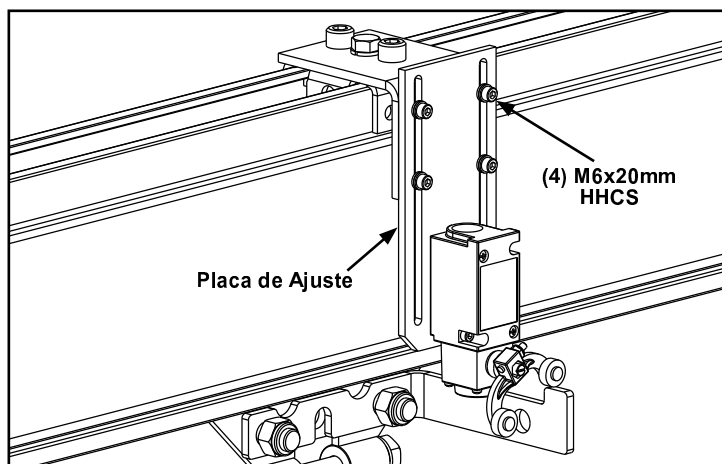

Figura 3-132
- Paso 4. Alinee palanca con rodillo (SW) y actuador para asegurar que la palanca se actúe cuando el actuador haga contacto con ella. Ajuste el Interruptor de limite aflojando cuatro (4) tornillos M6x20mm SHCS y mueva la placa de ajuste hacia arriba hacia abajo. Un mínimo de ¼" (6.3mm) entre parte inferior de interruptor y el actuador. Apriete los cuatro (4) tornillos M6x20mm SHCS. Apriete el tornillo de la palanca con rodillo en el perno del interruptor. Vea Figura 3-132 y 3-133.